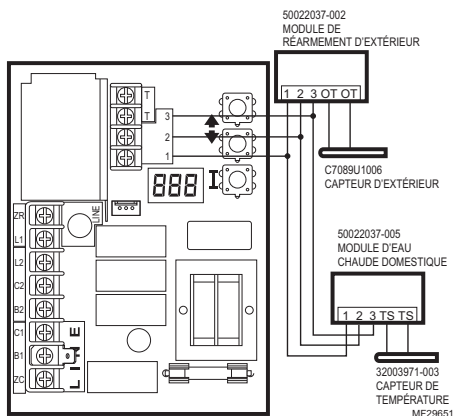

Fig. 6. Raccordement du module de réarmement d'extérieur et du module d'eau chaude domestique.
4. Brancher le capteur dans la carte de circuit imprimé en appuyant le connecteur du capteur contre le connecteur homologue de la carte de circuit imprimé (consulter la Fig. 6).
Se reporter à la Fig. 6 pour savoir comment brancher le module d'eau chaude domestique et le module de réarmement d'extérieur (en option). Dans des schémas de câblage subséquents ces modules seront affichés avec une ligne pointillée indiquant qu'ils sont optionnels.